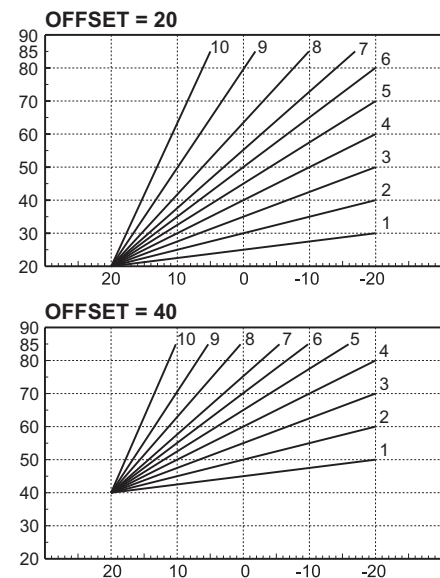

Abb. 25- Beispiel für die Parallelverschiebung der Ausgleichskurven
**Offset:** Durch Öffnen dieses Untermenüs gelangt man zur Parallelverschiebung der Kennlinien mit den Tasten **+** und **-** **Warmwasserbereitung**. Für die Merkmale auf abb. 25 Bezug nehmen